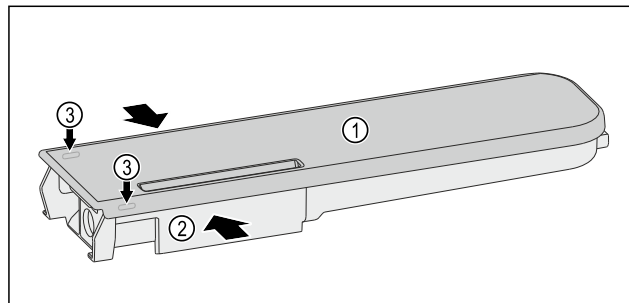

Fig. 141
- ▶ Ścisnąć zbiornik wody Fig. 141 (2), a pokrywę Fig. 141 (1) podnieść ostrożnie nad uchwyty zatrzaśkowe Fig. 141 (3) i pociągnąć w górę.
- Pokrywę przestawić delikatnie w przód i w tył Fig. 141 (1) i pociągnąć w górę.